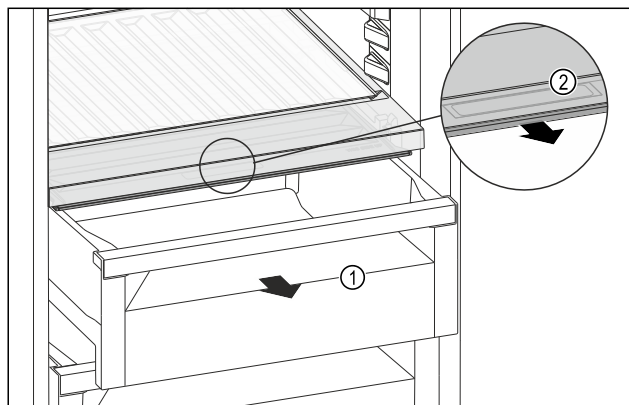

Fig. 109
- 拉出抽屉 Fig. 109 (1)。
- 抓住抽屉盖上的内嵌式拉手 Fig. 109 (2)，并同时向前拉出抽屉盖。